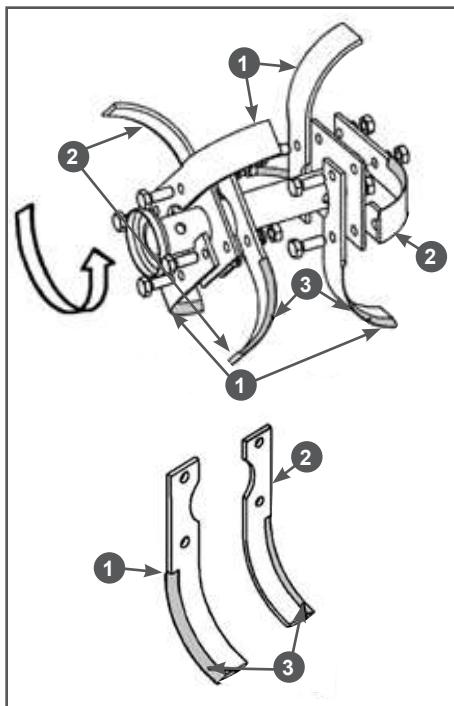

Рис. 3 Сборка правой фрезы
1. Установите ножи фрез на квадратные фланцы осей фрез. Для примера на Рис. 3 показана сборка правой фрезы. В первую очередь на фланец устанавливаются правые ножи 1 (имеющие изгиб в сторону от коробки передач - вправо), затем устанавливаются левые ножи 2 (имеющие изгиб к коробке передач - влево) (Рис. 3).
2. Закрепите ножи на фланце оси с помощью болтов и шайб с гайками (Рис. 3).
Ножи должны быть установлены так, чтобы лезвия 3 ножей врезались в землю вперед (Рис. 3).